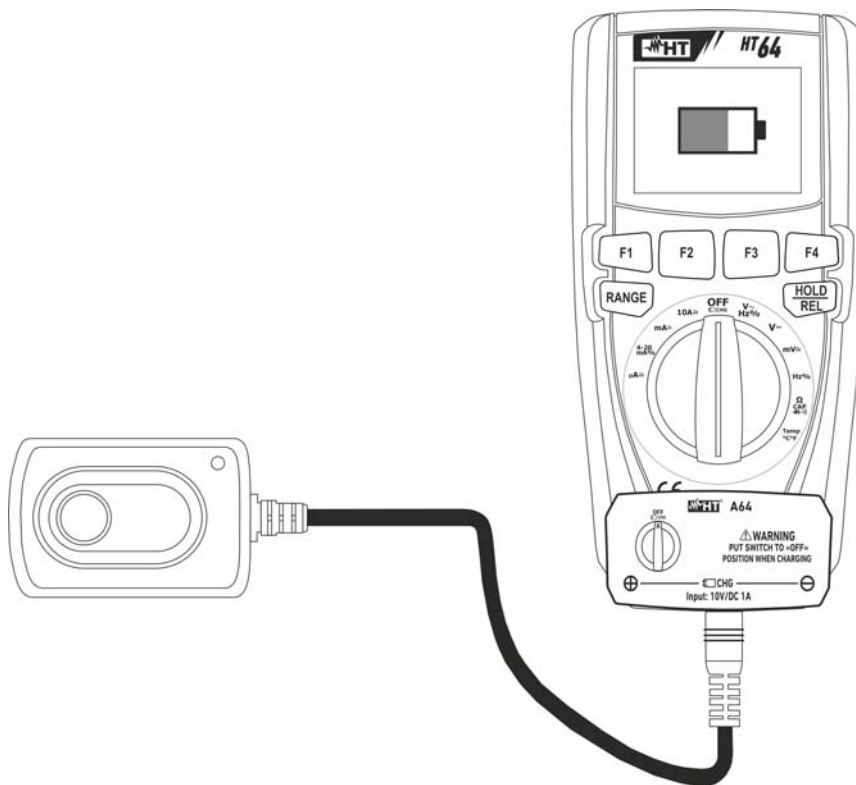

Fig. 31: Recarga batería interna
2. Inserte el cable del alimentador en el instrumento en los cuatro terminales de entrada (vea Fig. 31)